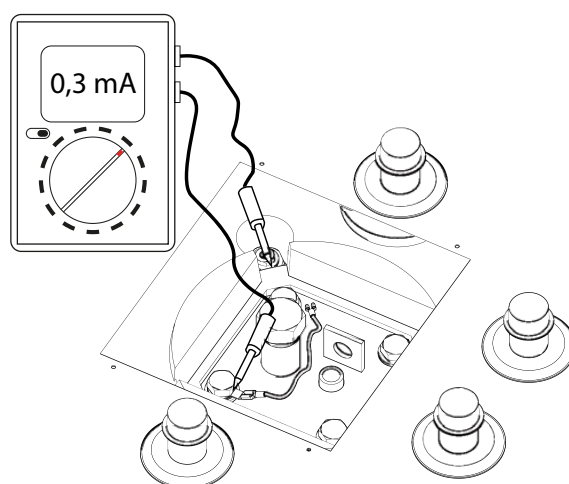

Fig.16 Måling af anodestrøm.
3. Tilslutningskablet frakobles (jord) (Fig.16) fra beholderens dæksel eller anoden.
4. Tilslut et multimeter (mA) og aflæs anodestrømmen. (Fig. 16)